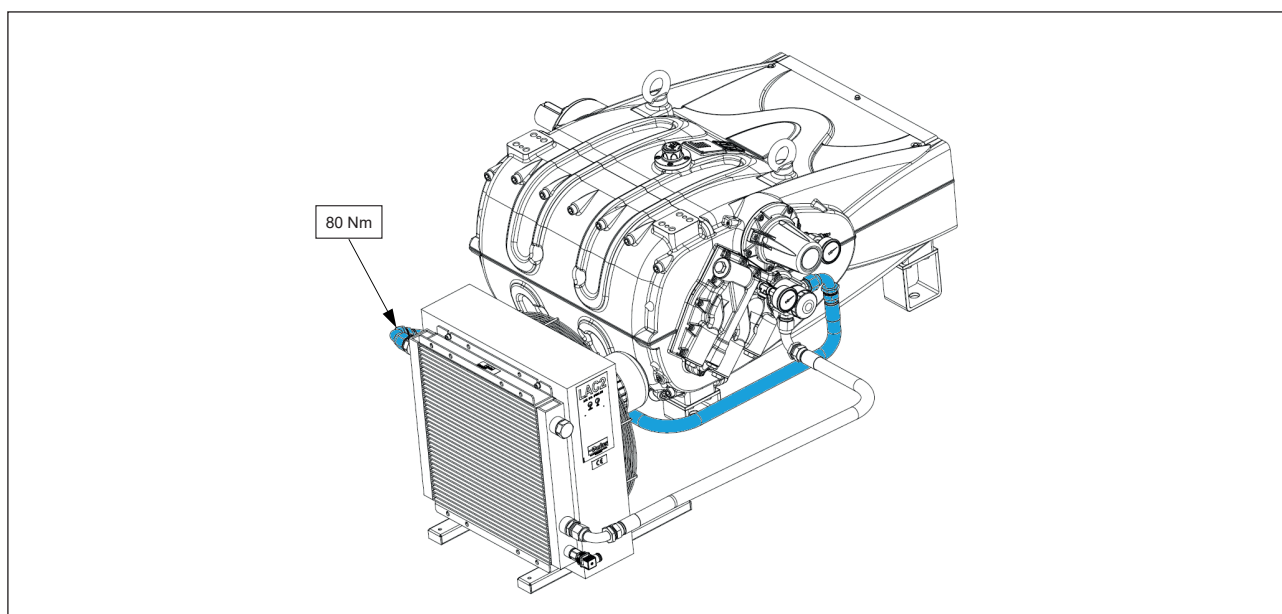

Fig. 16
3. Conectar el segundo tubo con el codo de 90° al racor situado en la salida del intercambiador, situado en el lado opuesto en su parte alta (ver la fig. 16). Apretar con un par de apriete de 80 Nm.